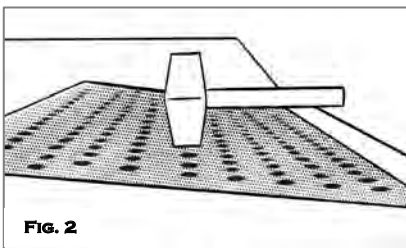
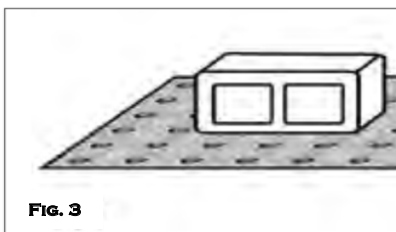

FIG. 2
FIG. 3
3. Using a rubber mallet, tap the entire surface of the tile to ensure consolidation around the anchors. (Fig. 2)
NOTE: Installing tiles after moisture is gone from the top will help control floating. If needed, weight may be added. (Fig. 3)
3. Usando un mazo de goma, pulse toda la superficie de la baldosa, asegurando la consolidación alrededor de los anclajes. (Fig. 2) **NOTA: La instalación de baldosas después de que la humedad haya evaporado de la parte más superficial ayudará a controlar que flote.** Si es necesario, se puede agregar un peso. (Fig. 3)